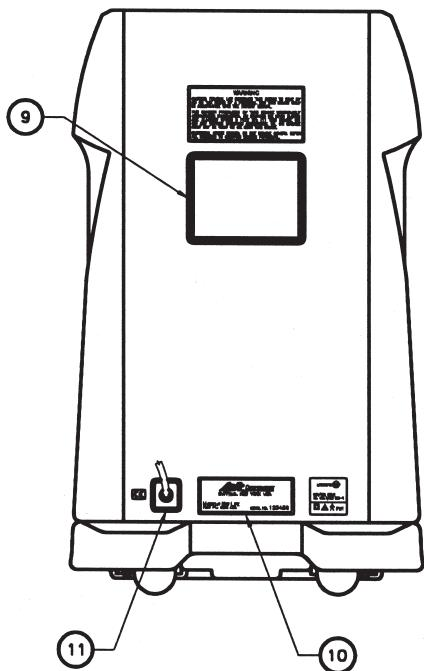

Fig. I.2
I. 2. Bagpanel (Fig. I. 2).....	2-DA
### I. 2. Bagpanel (Fig. I. 2)